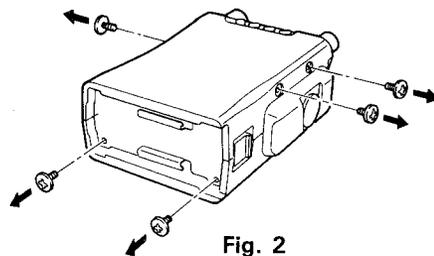

Fig. 2
2. Desmontar la caja de batería ya quitar los dos tornillos del panel frontal usado para sostener la placa de terminales de la parte inferior de la unidad. (Fig.2)
3. Quitar los tres tornillos que sostienen el panel frontal. (Fig.2)